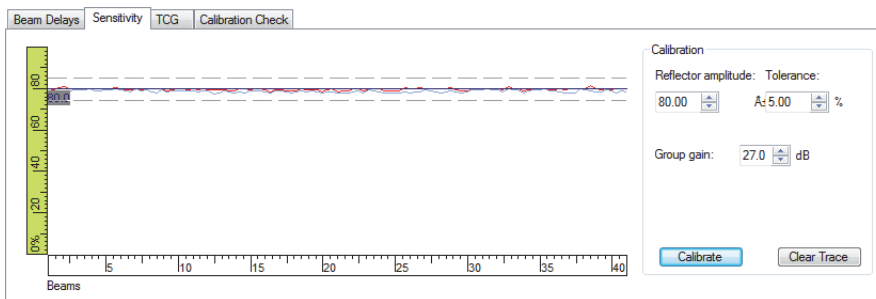

図 4-23 感度校正で使用する曲線
8. 校正ブロックの基準反射源上で新しいスキャンを実行し、赤色の線が許容誤差ライン内に表示されていることを確認して校正を検証します (124 ページの図 4-23)。